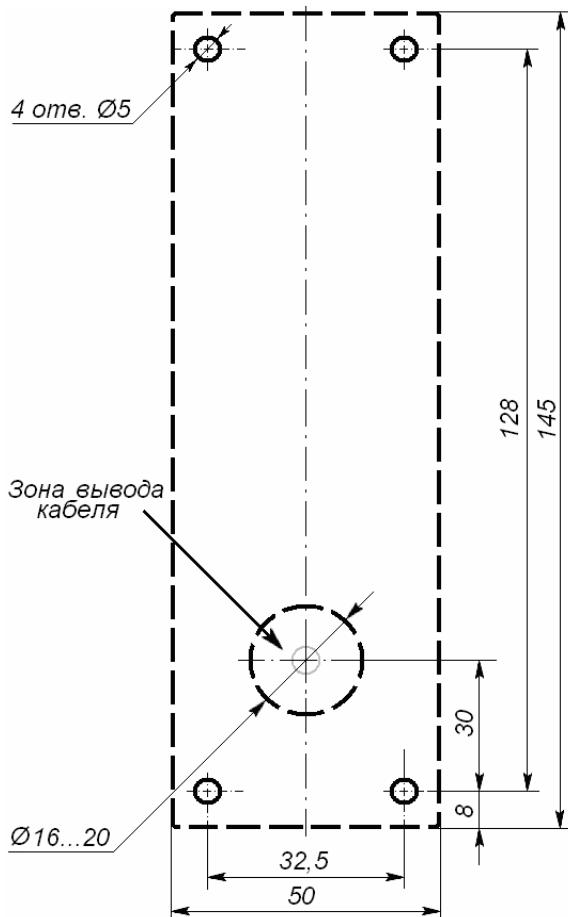

Рисунок 3. Разметка отверстий для установки контроллера (пунктиром показаны габариты корпуса контроллера)
- Произведите разметку и разделку отверстий на установочной поверхности для крепления металлического основания и проводки кабеля от контроллера согласно схеме, представленной на рис. 3.